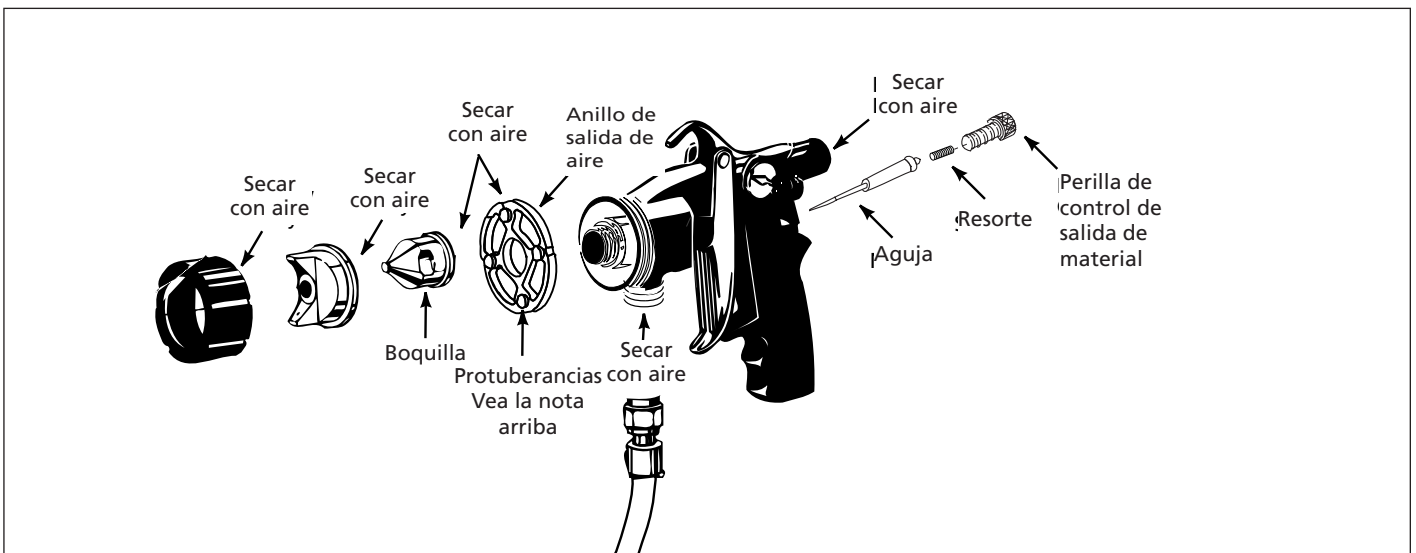

Figura 18 - Para secar con aire bajo presión los componentes
- Coloque las piezas en el orden contrario que usó para desarmarlas (Vea la Figura 18). Para evitar que la aguja se dañe, siempre instale la boquilla antes de instalar la aguja.
- Después de haber limpiado bien los componentes, use la manguera de la turbina para secarlos. Esto evita que el material se contamine la próxima vez que use la rociadora y que ésta se oxide. (Vea la Figura 18).
Al ensamblarlo, las cuatro protuberancias del anillo de salida de aire deben estar hacia adelante (hacia la boquilla). (Vea la Figura 18).